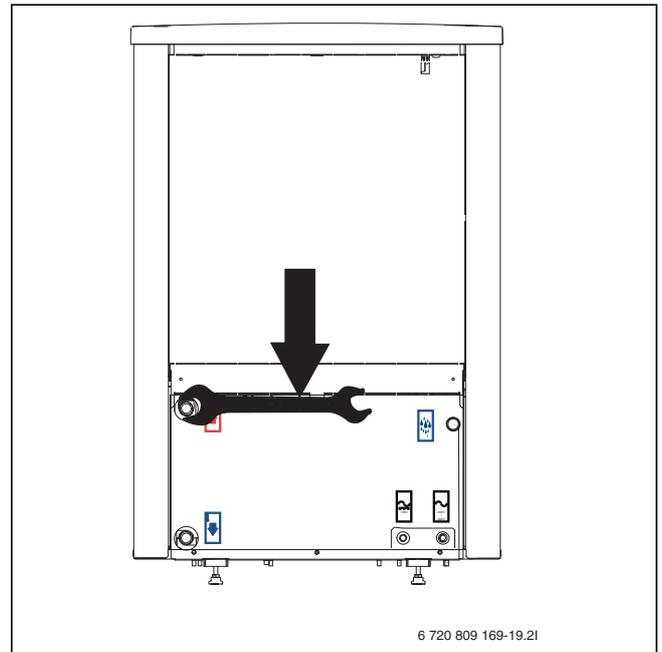

Bild 15 Wärmepumpenanschlüsse. Anziehen.
- ▶ Anschlüsse der Primärkreisrohre mit einem Anzugsmoment von 120 Nm anziehen. Die Kraft nach unten richten (siehe Abb. 15) um eine seitliche Belastung des Kondensators zu vermeiden.